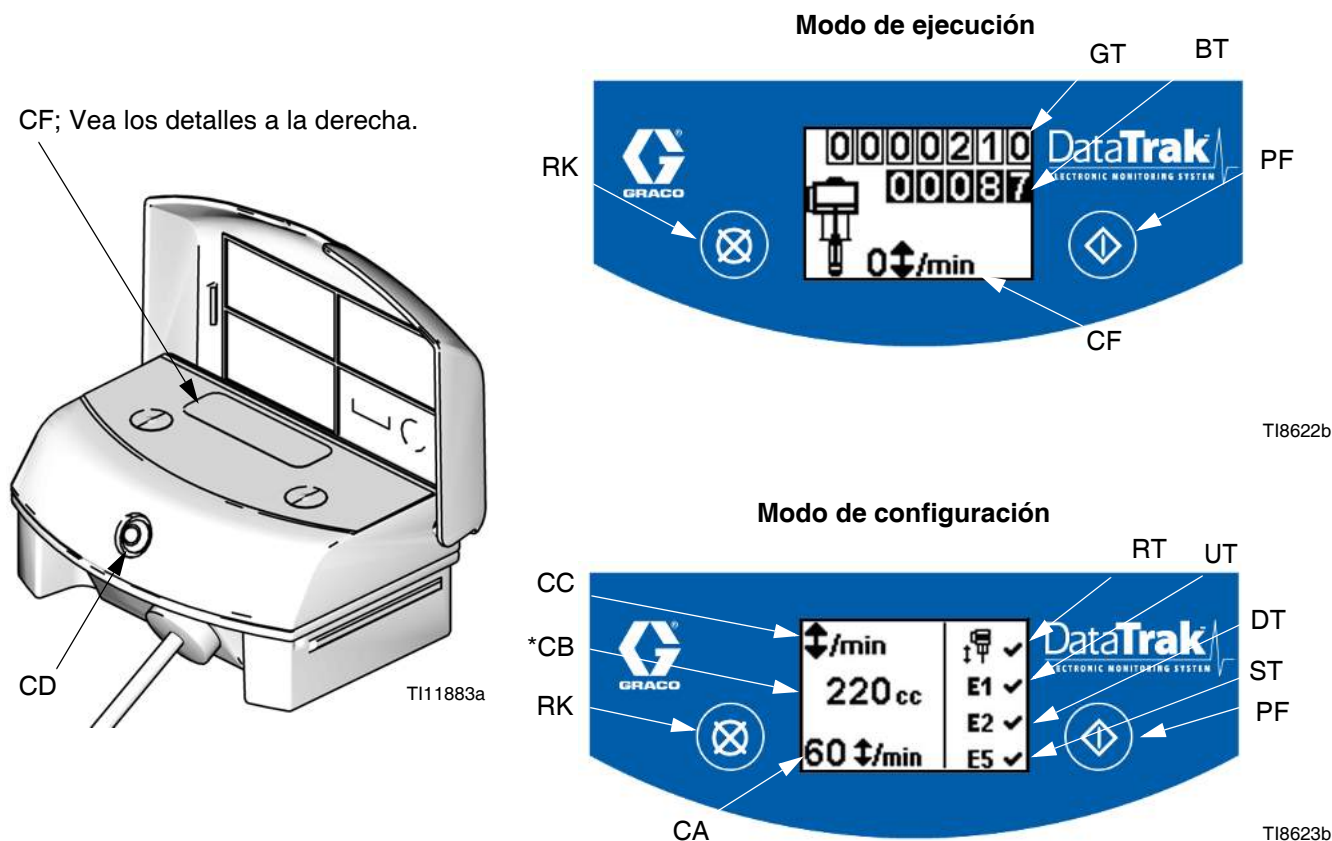

FIG. 31. Controles e indicadores de DataTrak
NOTA: Consulte FIG. 31. La pantalla (Y) se apagará después de 1 minuto de inactividad en el modo de ejecución o 3 minutos en el modo de configuración. Pulse cualquier tecla para activar la pantalla. DataTrak continuará contando los ciclos cuando se apague la pantalla.
1. Consulte FIG. 31. Mantenga pulsado  durante 5 segundos hasta que aparezca el menú Configuración.
NOTA: Cuando se produce un embalamiento, se activan las opciones de error E1, E2, y E5, en la pantalla de configuración aparecerá una ✓. Consulte FIG. 31.
1. Consulte FIG. 31. Si se produce embalamiento de la bomba, accionará el solenoide de embalamiento, parando la bomba. El LED (CD) destellará y la pantalla (CF) indicará una condición de embalamiento (vea la Tabla 1). La pantalla hará un ciclo a través de seis pantallas de instrucciones.
2. Pantallas de embalamiento 1 y 2: Para reiniciar la válvula de solenoide, cierre la válvula de aire principal (AP). Espere a que el aire se haya purgado completamente del motor neumático.
3. Pantallas de embalamiento 3 y 4: Después de que se haya purgado el aire, pulse el botón de liberación del solenoide (J) hacia abajo para restablecer la válvula de aire. El botón volverá hacia arriba cuando se presurice la válvula de aire.
5. Abra la válvula neumática principal (A) para reiniciar la válvula.
NOTA: Para deshabilitar el control del embalamiento, vaya al modo de configuración y configure el valor de embalamiento (CA) en 0 (cero) o deshabilite (RT)  (consulte la FIG. 31).
1. Consulte FIG. 31. Para entrar al modo de cebado/lavado, pulse cualquier tecla para activar la pantalla, luego pulse . Aparecerá el símbolo Cebado/Lavar en la pantalla y el LED parpadeará
2. Mientras está en modo de cebado/lavado, se inhabilita la protección contra embalamiento y el totalizador de lotes (BT) no contará. El totalizador global (GT) continúa la cuenta.
Consulte FIG. 31. El último dígito del totalizador de lotes (BT) representa décimos de galón o litro. Para reponer a cero el totalizador, pulse cualquier tecla para activar la pantalla y, después, mantenga pulsado  durante 3 segundos.
Consulte FIG. 31. La pantalla (CF) se apagará después de 1 minuto de inactividad en el modo de ejecución o 3 minutos en el modo de configuración. Pulse cualquier tecla para activar la pantalla.
DataTrak puede diagnosticar varios problemas de la bomba. Cuando el monitor detecta un problema, el LED (CD, consulte la FIG. 31) destellará y aparecerá un código de diagnóstico en la pantalla. Consultar la tabla 1.